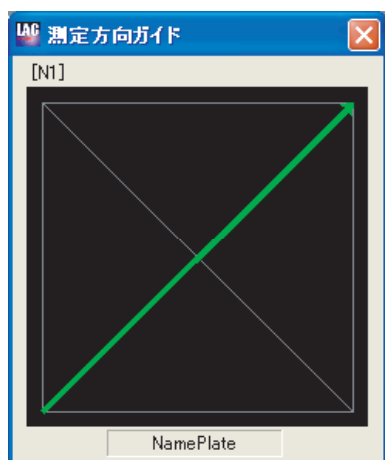

図5-9-20
- ① [N1] 測定値を測定中の測定方向ガイド表示(図5-9-20)